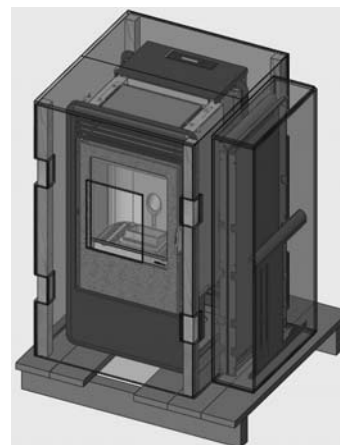

Figure 1 – Emballage poêle + côtés en acier poêle Kaika
- Emballage côtés et dessus (Fig.1) pour le poêle Kaika alors que pour le poêle Face le dessus en fonte est déjà positionné sur le poêle